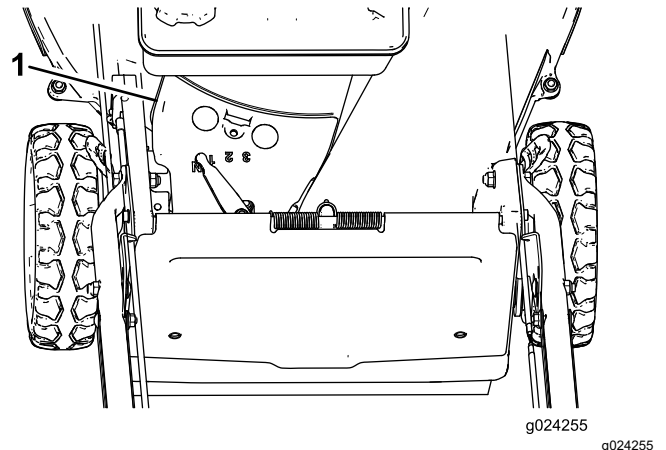

Bild 37
3. Nehmen Sie die Riemenabdeckung (**Bild 37**) vom Mähwerkgehäuse ab.